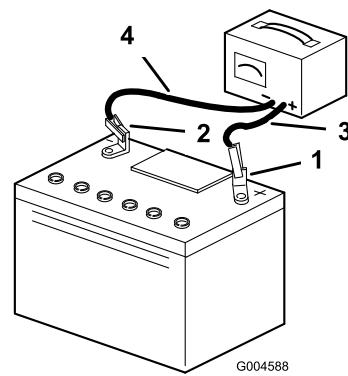

Bild 30
5. Schließen Sie die Kabel des Ladegeräts von den Batteriepolen ab (Bild 30).